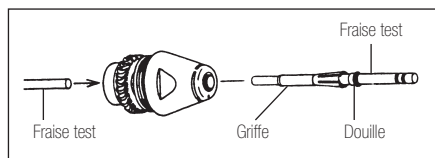

Fig.12
3) Lorsque l'écrou du rotor est desserré, sortez la Griffe précautionneusement avec une fausse fraise ou la tige de la fraise depuis l'arrière de la cartouche ; la douille et la Griffe sortiront (Fig.12).